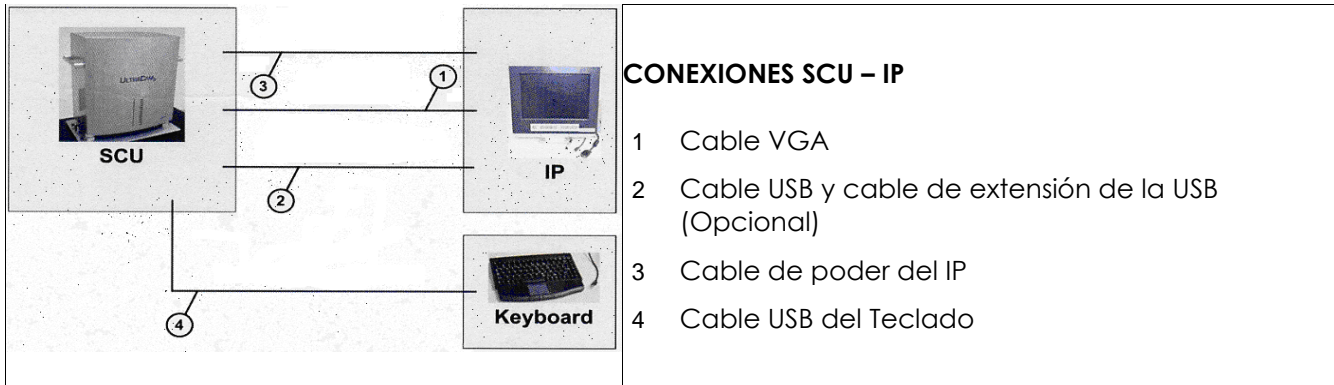

Figura 48. Conexiones de cable entre la pantalla (Panel de Interfase IP) y la Storage and Computing Unit (SCU).
- Conecte la pantalla (panel de interfase IP) a la unidad de almacenamiento y computo (SCU) y teclado según recomendaciones dadas por el fabricante de los equipos, ver Figura 48.